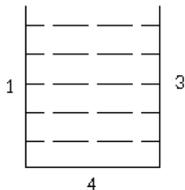

图 11-58 水箱
(4) 绘制多段虚线。选择菜单栏中的“格式”→“多线样式”命令, 系统弹出“多线样式”对话框, 如图 11-56 所示, 新建一个名为“虚线”的多线样式。单击“继续”按钮, 弹出如图 11-57 所示的“新建多线样式”对话框, 单击“添加”按钮, 添加新的多线属性, 条数设计为 5 条, 分别设计每条直线的线型。选择菜单栏中的“绘图”→“多线”命令, 在直线 1 和直线 3 上分别捕捉一个合适的点作为多段虚线的起点和终点, 完成水箱的绘制, 如图 11-58 所示。